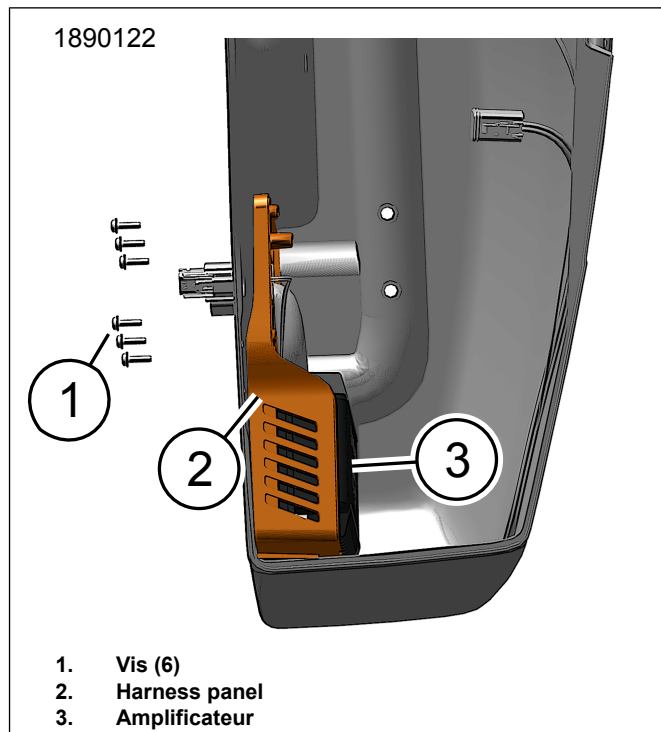

Figure 4. Panneau de faisceau d'amplificateur
- a. Consultez Figure 4 et Figure 5. Installation du panneau de faisceau (2).
- b. Installez les vis (1). Serrer.